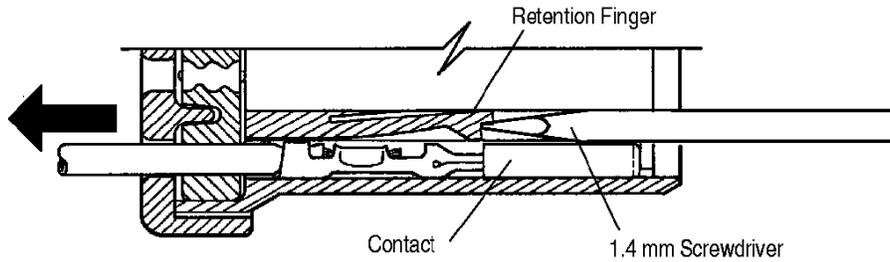

Figure 7
5. Retirer le contact du circuit 979 de la cavité 39. Pour ce faire, insérer un petit tournevis de 1.4mm dans la cavité du contact et soulever la patte de retenue (retention finger) qui verrouille le contact (voir figure 7). Tirer délicatement sur le fil jusqu'à ce que le contact se libère du logement.
4. Insert a 1.4 mm screwdriver into the contact cavity and deflect the retention finger holding the contact. Gently pull the wire until the contact is free from the housing. Repeat this procedure for the remaining number of contacts to be removed as shown in Figure 7.